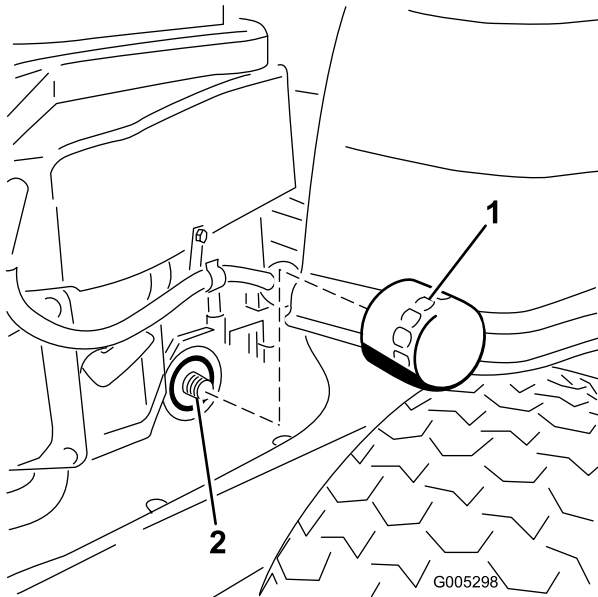

Figura 32
10. Localice el filtro de aceite, en el lado derecho del motor. Retire el filtro usado y limpie el adaptador del filtro con un paño (Figura 32).
12. Instale el filtro de aceite nuevo en el adaptador. Gire el filtro de aceite en el sentido de las agujas del reloj hasta que la junta de goma entre en contacto con el adaptador, luego apriete el filtro de 3/4 a una vuelta más (Figura 32). Limpie cualquier exceso de aceite del bastidor.